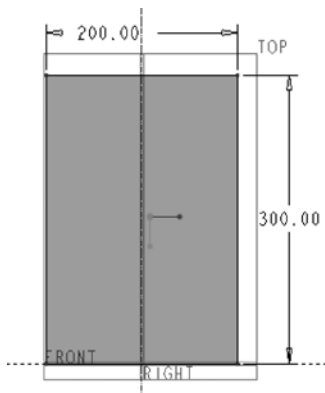

图 5-14 绘制剖面
(1) 在功能区的“模型”选项卡中单击 (平面) 按钮, 打开“平面”选项卡。
(2) 在“平面”选项卡中打开“参考”面板, 单击“定义”按钮, 弹出“草绘”对话框。选择 TOP 基准平面定义草绘平面, 草绘方向采用默认设置, 单击“草绘”按钮。
(3) 绘制图 5-14 所示的剖面, 单击 (确定) 按钮。
(4) 在“平面”选项卡中的 (壁厚度) 文本框中输入厚度值为“2.5”。
(5) 单击“平面”选项卡中的 (完成) 按钮, 创建平面壁作为钣金件的第一壁。